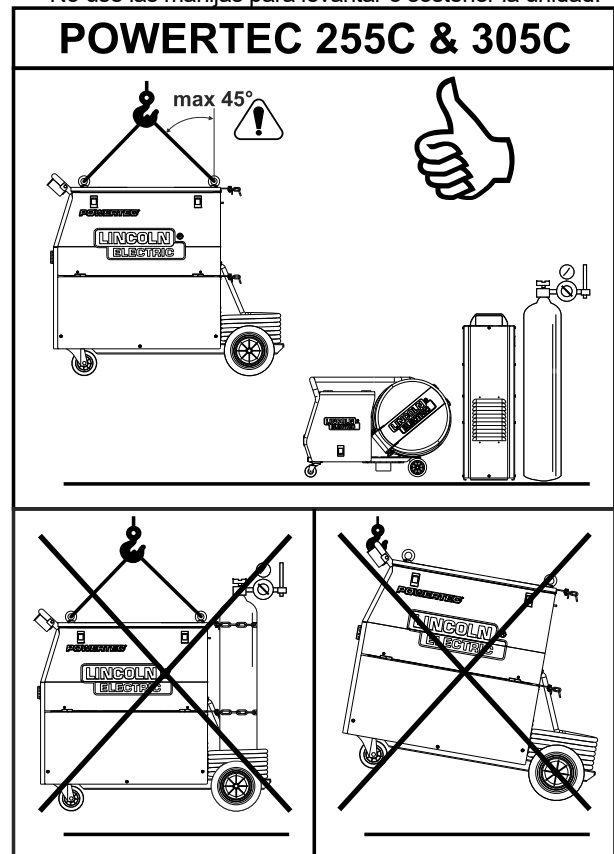

Figura 21.
Para transportar y levantar de manera segura la POWERTEC® 255C y 305C, vea la figura 21:
- Atornille un cáncamo de elevación y aplique una carga axial a 45 grados, como muestra la figura 21.